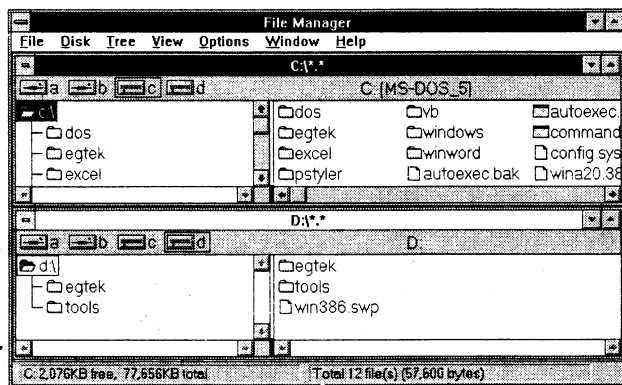

图3 文件管理器(二)
- (1) 单击 C 盘驱动器肖像;
- (2) 单击 D 盘驱动器肖像;
- (3) 选取 Windows 菜单中 Tile 命令,OK。(图3为 Tile 命令执行后情形)